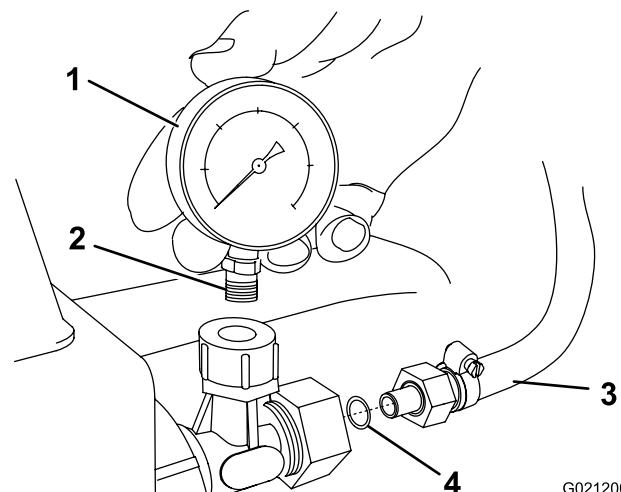

Figura 11
15. Avvolgete del nastro di tenuta intorno ai filetti dell'indicatore, in senso antiorario (Figura 11).
16. Montate l'indicatore della pressione nel punto di connessione libero a destra della valvola di regolazione (Figura 11).
1. Trovate l'O-ring nelle parti sciolte e lubrificatele con un lubrificante non a base di petrolio, quale l'olio vegetale. Montate l'O-ring tra il flessibile lungo e il gruppo valvola di regolazione (Figura 11).
2. Collegate il raccordo filettato sull'estremità del flessibile lungo al gruppo valvola di regolazione (Figura 11).